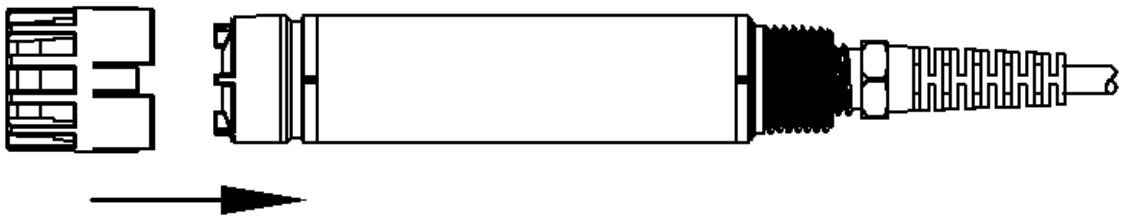

图 5
2. 如图 5 所示，将保护罩按箭头所示的方向套入传感器，直到将传感器卡紧为止。